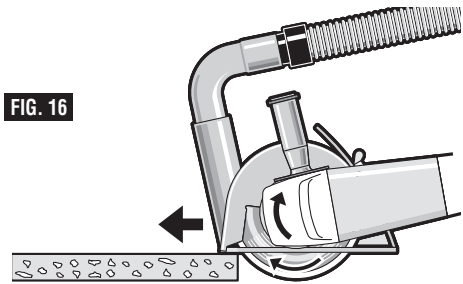

FIG. 16
4. Faites glisser l'outil vers l'avant à une vitesse modérée, adaptée au matériau en train d'être coupé. Coupez toujours en direction de l'orifice d'extraction de la poussière afin de maximiser l'extraction de poussière et de réduire le risque d'effet de rebond (Fig. 16).